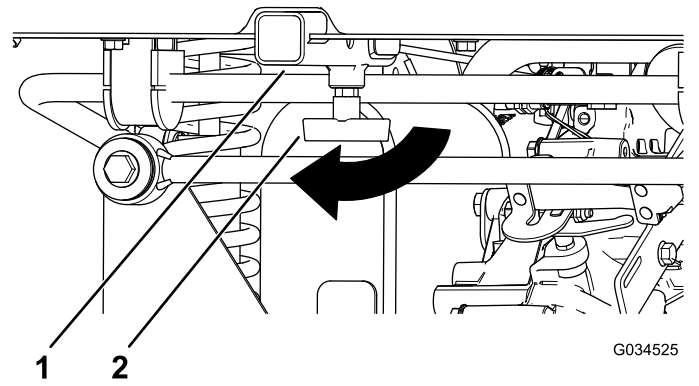

Figure 16
1. Desserrez la poignée en « T » en la tournant dans le sens horaire (Figure 16).
2. Insérez l'accessoire dans le récepteur jusqu'à ce que les trous soient alignés (Figure 16).